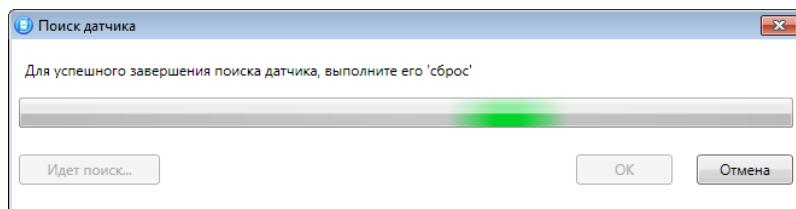

Рис. 9.5. Поиск радиоустройства
3. После нажатия кнопки *OK* начнется поиск радиоустройства контроллером (Рис. 9.5). Для того чтобы устройство было найдено контроллером, его следует перевести в режим связывания (выполнить «сброс»).